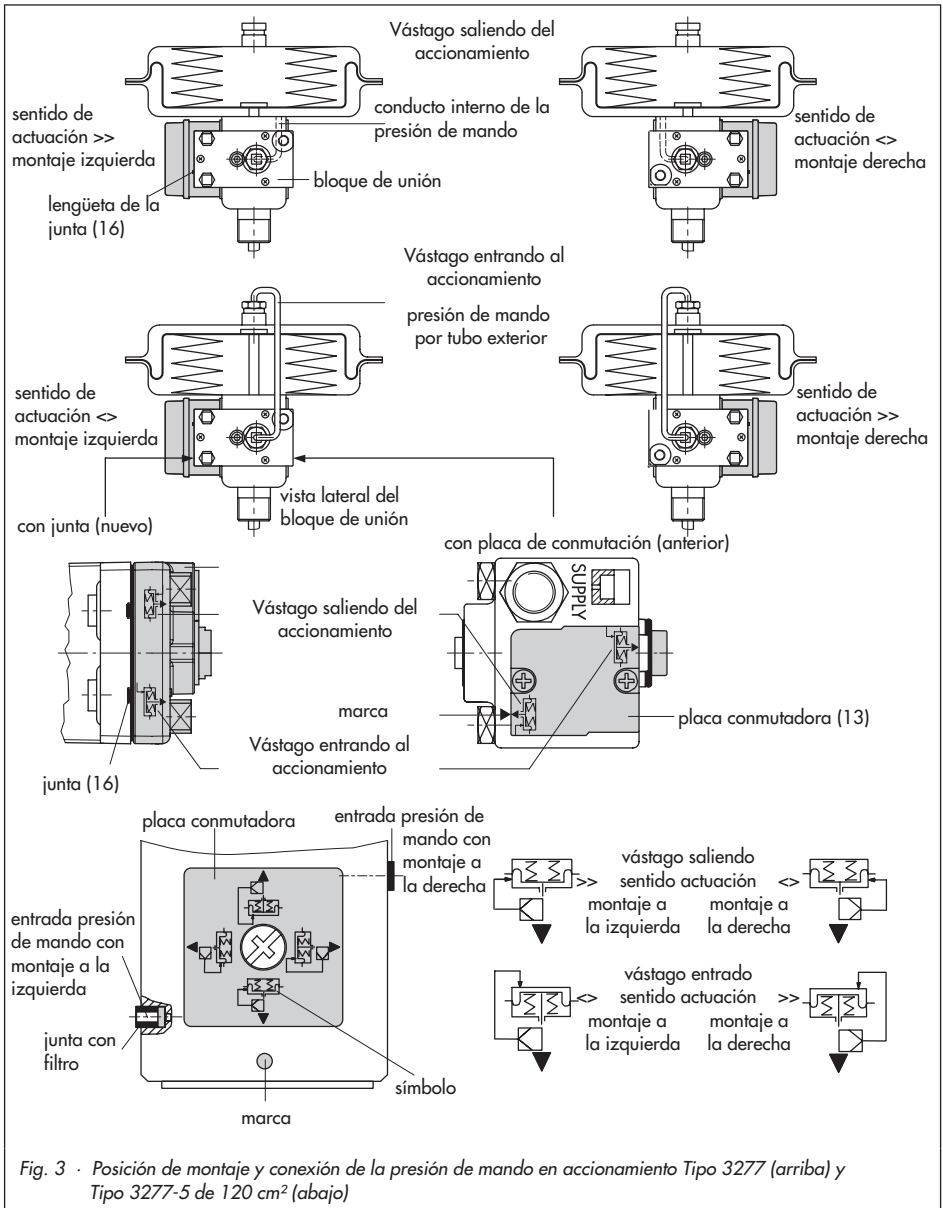

Fig. 3 · Posición de montaje y conexión de la presión de mando en accionamiento Tipo 3277 (arriba) y Tipo 3277-5 de 120 cm² (abajo)
El sentido de actuación del posicionador determina también su posición de montaje al accionamiento, según se muestra en las figs. 3, 4 y 6.
- Comprobar que la lengüeta de la junta (16) lateral al bloque de conexión (fig. 3, centro) indica el símbolo del accionamiento que corresponde con la ejecución del accionamiento "vástago saliendo" o "vástago entrando". En caso contrario, desenroscar los tres tornillos de fijación, sacar la placa cobertora y girar 180° la junta (16). Con el bloque de conexiones anterior se debe girar la placa de conexiones (13) de forma que la flecha indique el correspondiente símbolo del accionamiento.
La presión de mando se conduce a través de la placa conmutadora (figs. 3 y 4, abajo) a la cámara de la membrana del accionamiento.
*Si en el accionamiento de 120 cm² además del posicionador se monta una electroválvula o similar, no se debe quitar el tornillos posterior de cierre M3. En este caso, la presión de mando se tiene que conducir desde la salida de la presión de mando "output" hasta el accionamiento a través de una **placa de conexiones** (tabla 2). La placa conmutadora no es necesaria (figs. 3 y 4).*